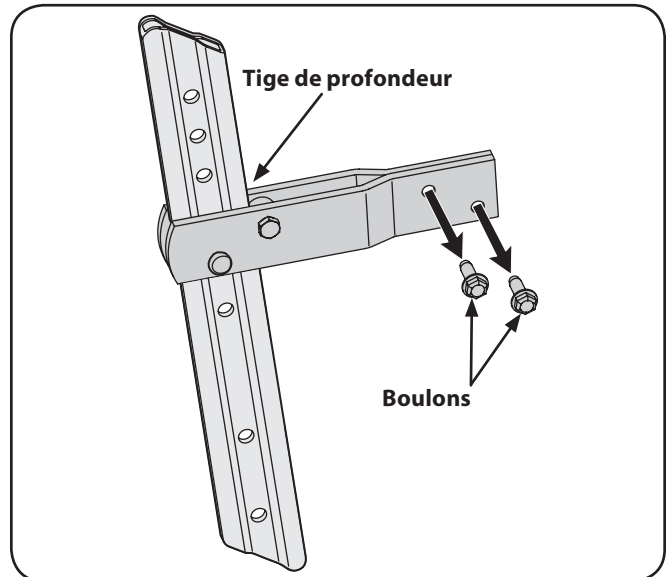

Figure 3-5
- Retirez les deux boulons de la tige de profondeur. Voir Figure 3-5.